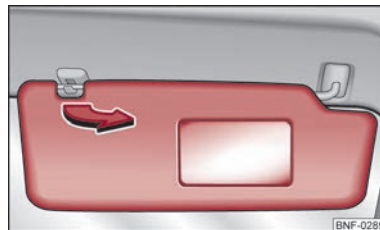

Bild 28 Solskydd
- Dra loss solskyddet ur fästet och vrid det mot dörren i pilens riktning ⇒ bild 28.